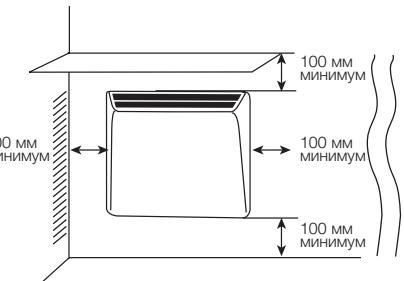

Рис. 4
4. Закрепите прибор на кронштейне необходимо следующим образом (рис. 4):